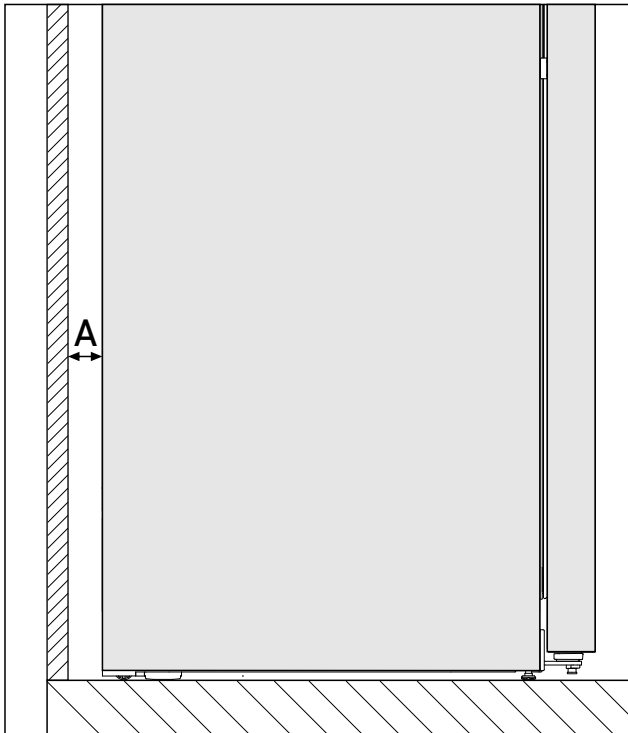

Fig. 3 *
La consommation d'énergie a été déterminée avec une distance des murs Fig. 3 (A) entre l'arrière de l'appareil et le mur. Si la distance des murs est inférieure à Fig. 3 (A), cela n'a aucune incidence sur le fonctionnement de l'appareil. En revanche, la consommation d'énergie augmente légèrement lorsque la distance des murs est réduite.*